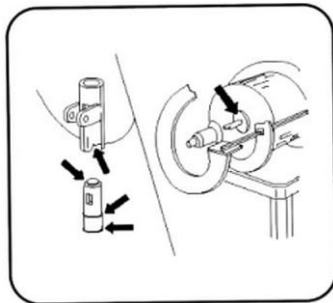

Fig. 14
15. Los lugares marcados en la Fig. 14 deben humedecerse con agua diariamente o después de cada limpieza a fondo.